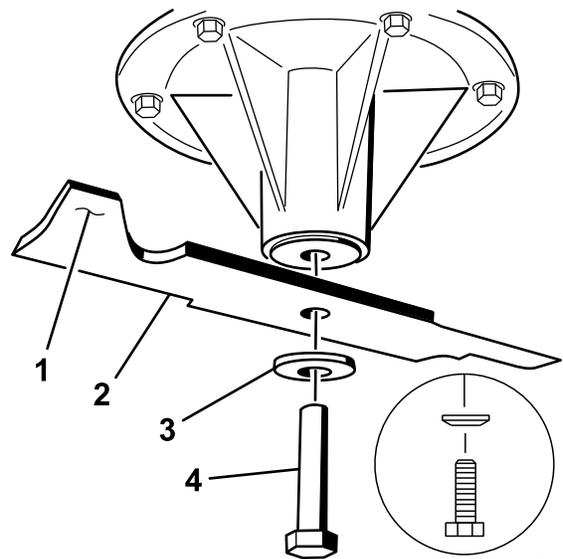

Figura 91
2. Togliete il bullone, la rondella curva e la lama dall'asse del fusello (Figura 91).
2. Controllate l'equilibrio della lama posizionandola su un bilanciatore (Figura 93). Se la lama rimane in posizione orizzontale, è bilanciata e può essere utilizzata. Se la lama non è bilanciata, limate del metallo soltanto dalla costa (Figura 91). Ripetete la procedura finché la lama non è perfettamente bilanciata.